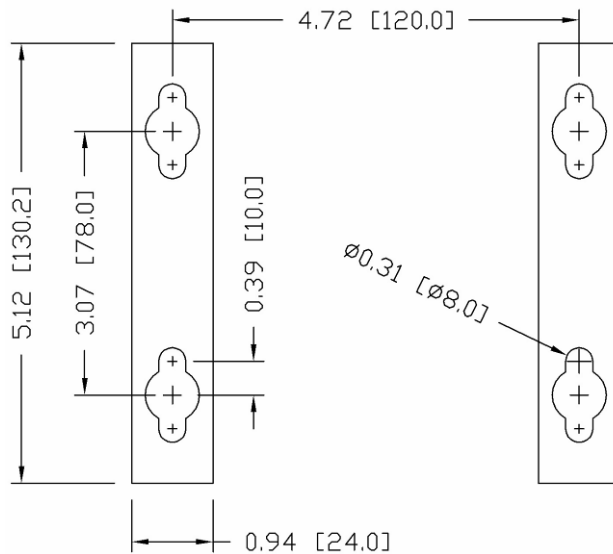

Abbildung 2-23: Montagelochmuster
3. Die Position der Montagelöcher gemäß den in Abbildung 2-23 gezeigten Abmessungen auf der vertikalen Oberfläche markieren.